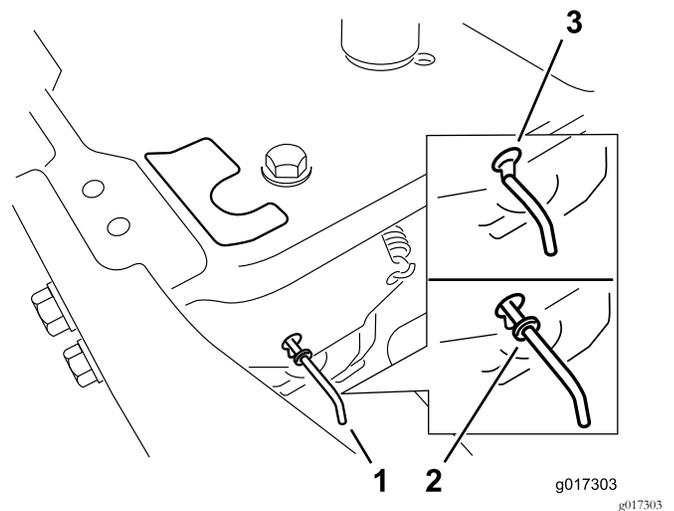

Bild 30
Schieben Sie die Bypasshebel nach hinten durch das Schlüsselloch und nach unten, um sie zu arretieren, wie in Bild 30 abgebildet.
4. Schieben Sie die Bypasshebel nach vorne durch das Schlüsselloch und nach unten, um sie zu arretieren (Bild 30).